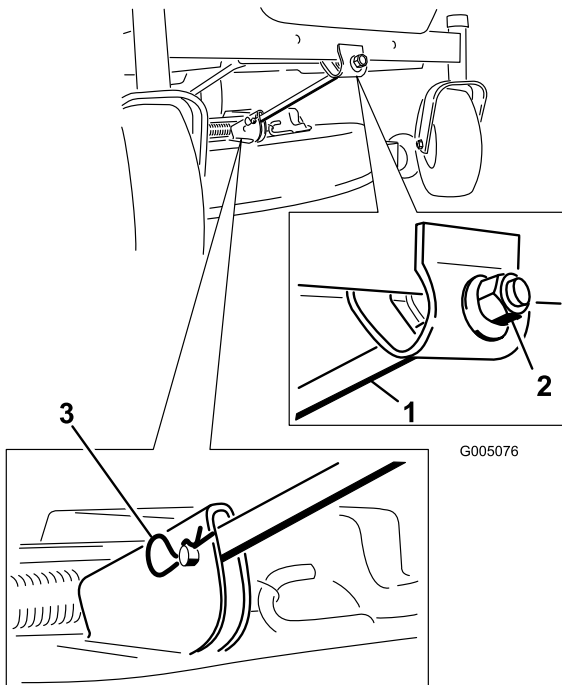

Figura 123
4. Retire la chaveta de la varilla de soporte delantera y retire la varilla del soporte de la carcasa (Figura 123).